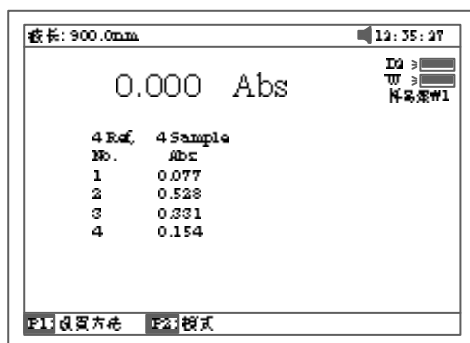

图 105
- c. 2 四参比四样品-比色皿配对试验，将四个参比分别放入一号样品槽位，二号样品槽位，三号样品槽位和四号样品槽位，然后按【0Abs/100%T】键，仪器分别到四个槽位调空白并将四个空白值存起来，这时将四个参比取出，分别将对应的四个样品放入四个槽位，最后按【START】键。仪器分别到四个槽位作出测试并将结果显示与屏幕上，图 105.